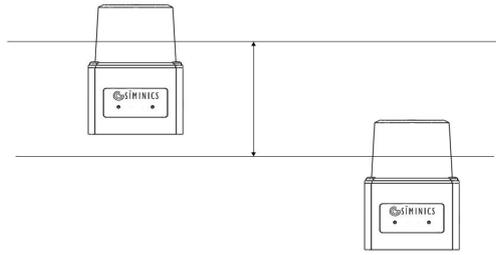
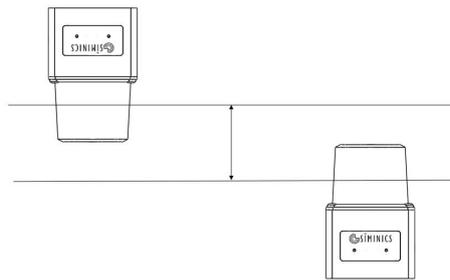
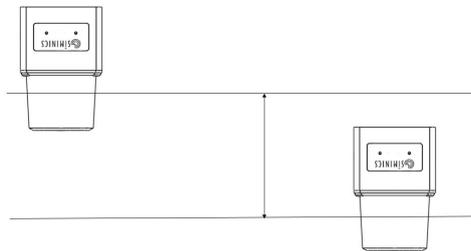
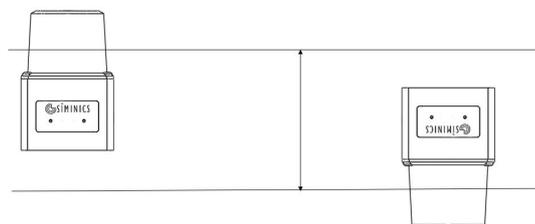

图 18.垂直安装示意图(1)
图 19.垂直安装示意图(2)
图 20.垂直安装示意图(3)
图 21.垂直安装示意图(4)
2. 当两个及多个雷达垂直安装时，建议将雷达出光位置错开一定距离避免对射，如图 18，图 19，图 20，图 21 所示。